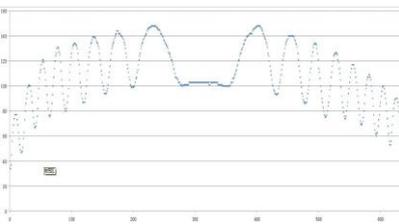

图 11 EXCEL 中的散点图
7. 在生成的 4 列数据中选取第 1 列（灰度）。点击第一行“A”。并在菜单中选取插入-散点图作图，如图 11。图可以拉开放大。如果数据标记(点)太大可更改，方法是：点击剖面线图中波形线，再按右键选择数据系列格式-数据标记选项-内置更改类型（圆点）与大小（2）。